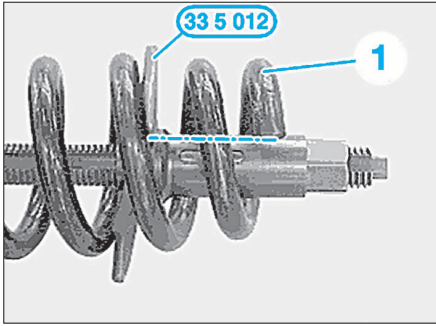

FIG. 36
L'extrémité inférieure du ressort hélicoïdal (1) doit coïncider avec l'orifice de la coupelle de ressort 33 5 012 (voir la ligne dessinée) (Fig.36).